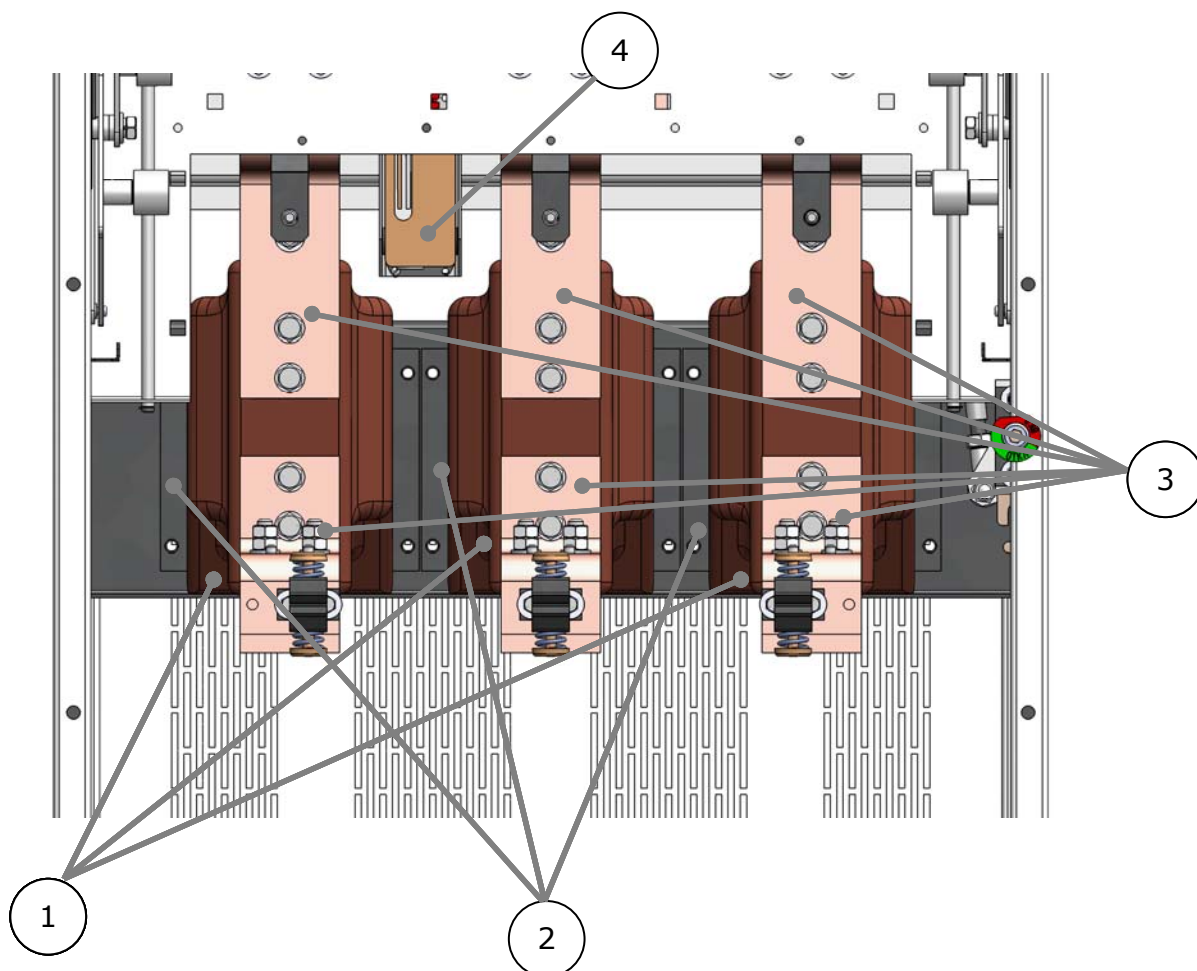

Рисунок 8. Трансформаторы тока в ячейке КРУ/ТЭК-205
После снятия перегородки откроется доступ к трансформаторам тока, а также к заземлителю. Для демонтажа или замены трансформаторов тока (см.1, Рисунок 8) следует сначала снять ошиновку (3) с соответствующего трансформатора и отсоединить цепи вторичных обмоток (клеммы находятся снизу), затем отвинтить и снять трансформатор вместе с площадкой (2).